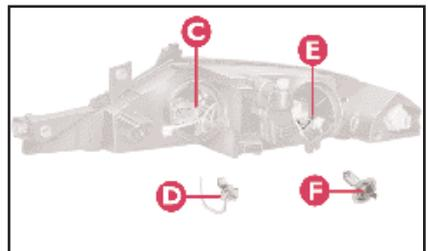

fig. 11
2) Décrocher les épingles de retenue **C-E** (fig. 11) et enlever la lampe grillée **D** (feu de route, type H3 avec câble intégré) ou **F** (feu de croisement type H7).